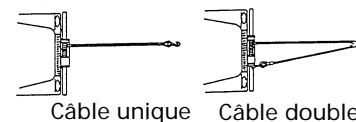

Figure 2
1. Le treuil Husky 10 a une capacité de valeur nominale de 10 000 livres. **NE SURCHARGEZ PAS LE TREUIL. N'ESSAYEZ PAS DES TREUILLAGES PROLONGÉS AVEC DES CHARGES LOURDES. NE MAINTENEZ PAS L'ALIMENTATION AU TREUIL SI LE MOTEUR CALE.** Les surcharges peuvent endommager le treuil et/ou le câble et peuvent créer des conditions dangereuses. **POUR LES CHARGES LOURDES, NOUS VOUS CONSEILLONS D'UTILISER L'ASSEMBLAGE DU PALAN ET CROCHET FACULTATIFS (NO. DE PIÈCE 7750A) AFIN D'AVOIR UNE LIGNE DE CÂBLE MÉTALLIQUE DOUBLE (Figure 2).** Ceci réduit la charge appliquée au treuil et au câble d'environ 50%. En cas d'attache au même véhicule, fixez le treuil au cadre ou à un autre point de porte-charge. Le moteur du véhicule doit être en marche pendant le fonctionnement du treuil pour minimiser l'épuisement de la batterie et maximiser la force et la vitesse du treuil. Si un treuillage important est effectué sans que le moteur ne soit en marche, il se peut que la batterie soit trop faible pour faire redémarrer le moteur.